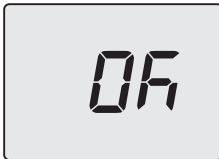

Figura 5.30
- Premendo il tasto 18 (Figura 5.24) si ottiene la conferma del valore inserito. Il display visualizzerà per 5 sec. quanto segue (Figura 5.30) poi, si porterà al livello superiore.